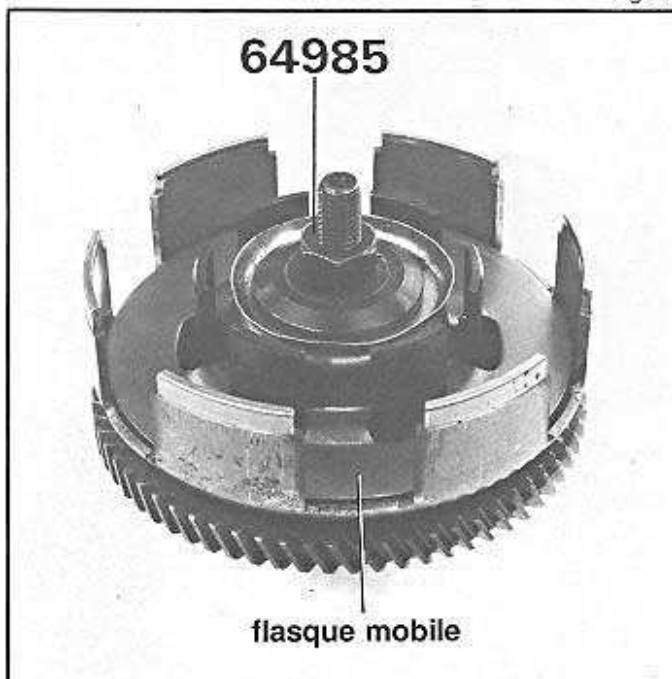

Fig. 41
- Placer le ressort, le flasque mobile, puis comprimer l'ensemble avec l'outil n° 64985 (T.0020232) (fig. 41).